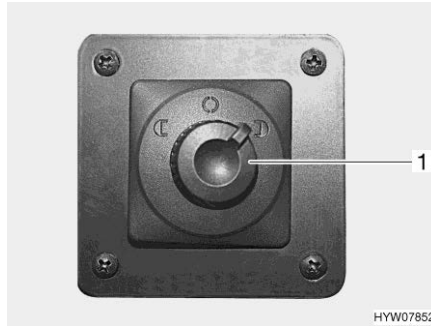

Bild 34 Schalter Außenspiegel-einstellung
- Den Außenspiegel, der eingestellt werden soll, wählen. Dazu den Dreh-schalter (Bild 34,1) nach links oder rechts drehen.
- Den Schalter (Bild 34,1) in die gewünschte Richtung drücken.